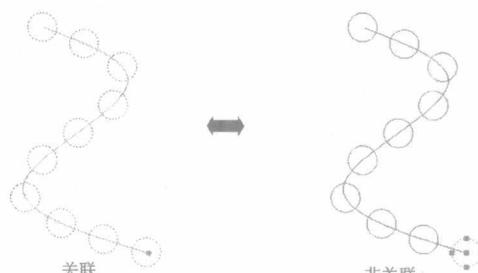

图 1-2 关联与非关联
- 关联：项目包含在单个阵列对象中，类似于块。编辑阵列对象的特性，例如，间距或项目数；替代项目特性或替换项目的源对象；编辑项目的源对象以更改参照这些源对象的所有项目，如图 1-2 所示（左）。
- 非关联：阵列中的项目将创建为独立的对象。更改一个项目不影响其他项目，如图 1-2 所示（右）。
(3) 多功能夹点。可以使用不同类型